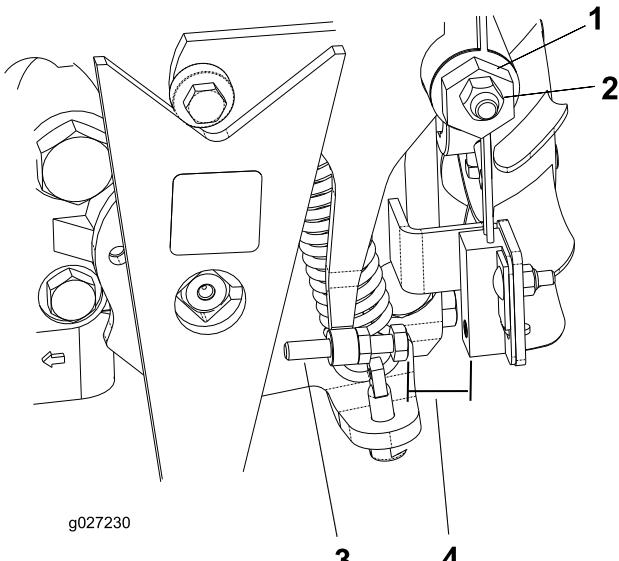

図 36
4. トラクション調整カムのロックナットをゆるめる(図 36)。
5. エンジンを始動し、カム図36を左右に回してニュートラル位置の中心に合わせる。
3. ねじを回して、すき間を0.8-2.3mmに調整する図36。